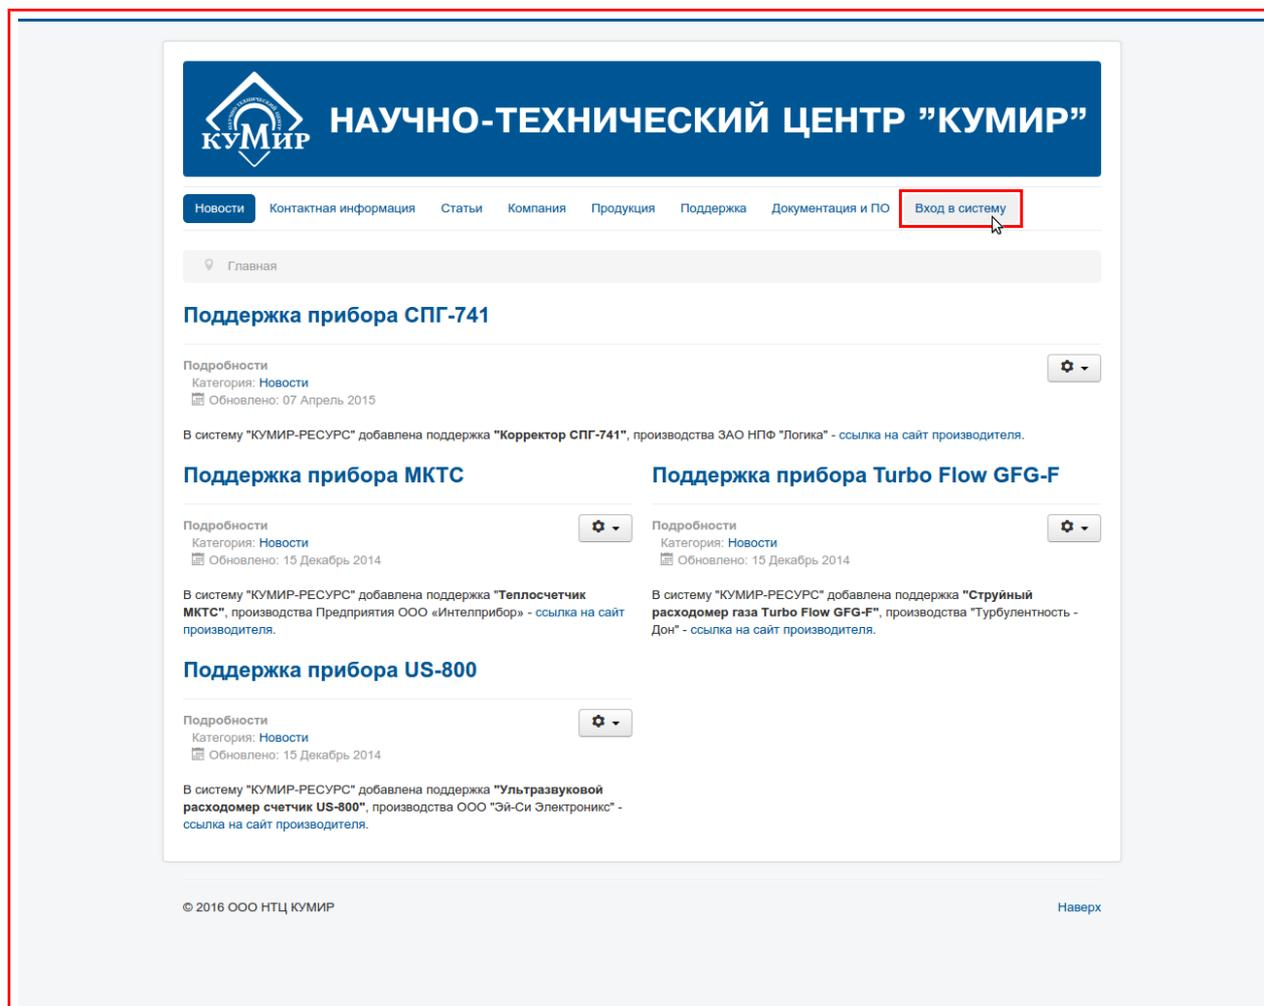

Рисунок 5.1 — Страница основного сайта
- 2) Нажать на ссылку «Вход в систему», рисунок 5.1;